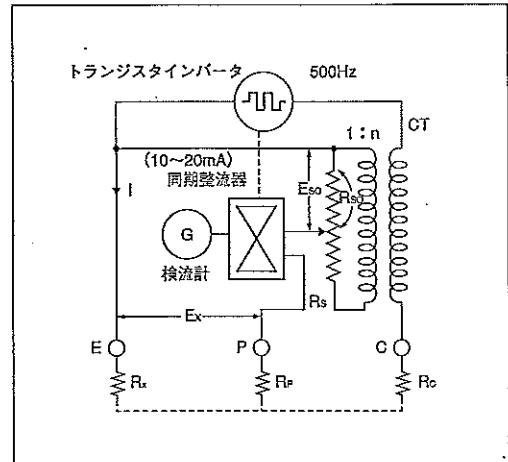

図4.1
被測定抵抗: R_x , 測定電池: I , その他図 4.1 のようになっています。したがって, 検流計 (G) がバランスしたときは